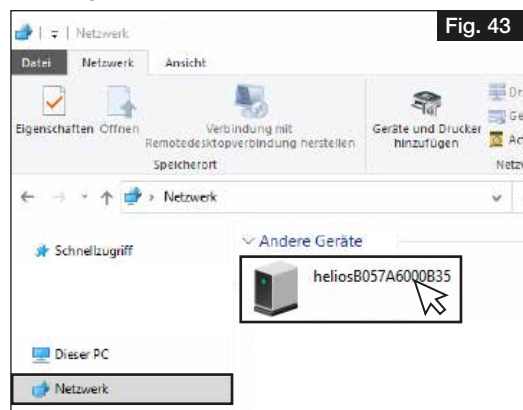

Fig. 43
2. Ouvrir le poste de travail et cliquer sur Réseau, voir Fig. 43.
- ① **La détection du réseau doit être activée !**
3. Double-cliquer sur l'appareil correspondant, voir Fig. 43.